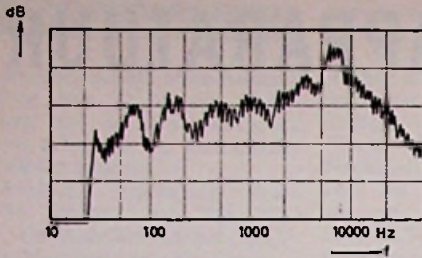

Fig. 44. Het spectrogram van het geruis van een elektrische handboormachine.
③ Een duidelijk tertsbandspectrogram geeft fig. 44. Dit is gemeten met een frequentie-analysator, type 2112 en een schrijver. Evenals bij de vorige, regelde de schrijver ook bij deze meting de afstemming van de analysator. Het is een spectrogram van een elektrische handboormachine.